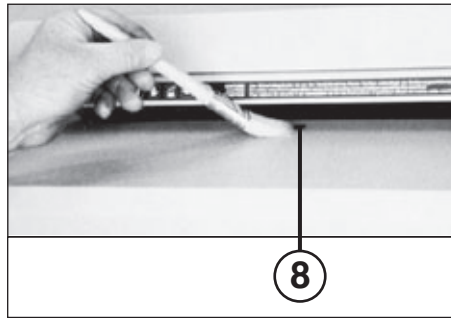

Abb. 5
8 = Lichtschranke (Vorwärtslauf) (Abb. 5)
REINIGUNG DER FOTOZELLEN (8) (Abb. 5): Sollten Papierstücke im Einlassschlitz zum Liegen kommen (z. B. nach einem Papierstau) ist es möglich, dass das Gerät durch die „belegte“ Lichtschranke nicht mehr ausschaltet. Sie können die Papierstücke entfernen bzw. die Fotozelle reinigen, indem Sie dem Schneidwerk ein weiteres Blatt Papier zuführen oder die Maschine auf Rückwärtslauf schalten und mit einem Pinsel kurz über die beiden „Augen“ der Fotozelle wischen.